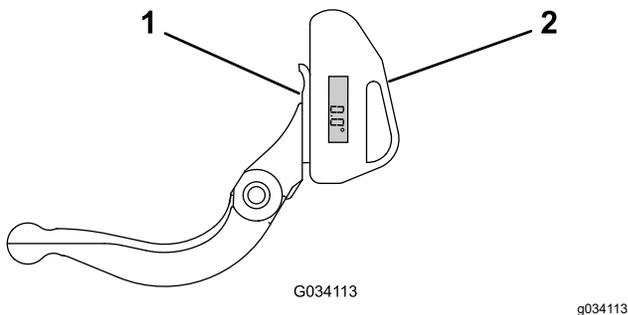

Figura 27
1. Coloque el indicador de ángulo en el lado inferior de la contracuchilla, como se muestra en la Figura 27.